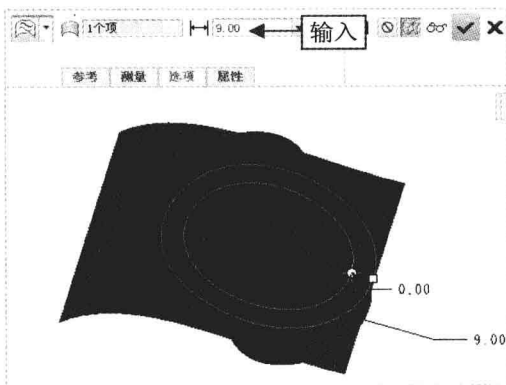

图 9-5 设置参数
Step 03 弹出“偏移”选项卡，在“输入偏移值”数值框中输入 9，如图 9-5 所示。